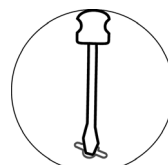

Рисунок 3
6.5 При отсутствии указанной индикации замкните проводящим предметом контакты RESET (рис.3) на 2–3 с.